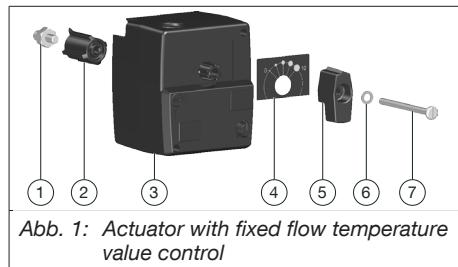

Abb. 1: Actuator with fixed flow temperature value control
2. Fit the enclosed adapter (position 2 in Abb. 1 auf Seite 19) to the spindle of the mixing valve.
3. Firmly screw the locking device (position 1 in Abb. 1 auf Seite 19) to the mixing valve body (see Abb. 3 auf Seite 21).
4. Fit the actuator (position 3 in Abb. 1 auf Seite 19) to the adapter (see Abb. 4 auf Seite 22).